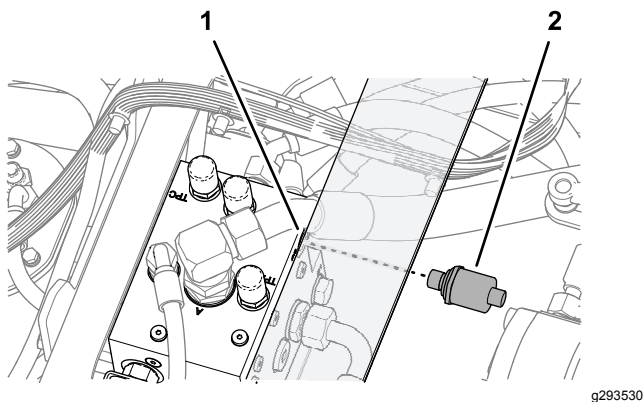

Bild 15
- Montieren Sie den Druckschalter in den Anschluss PS des Getriebeverteilers (Bild 15) und ziehen Sie den Schalter auf 34 N·m an.